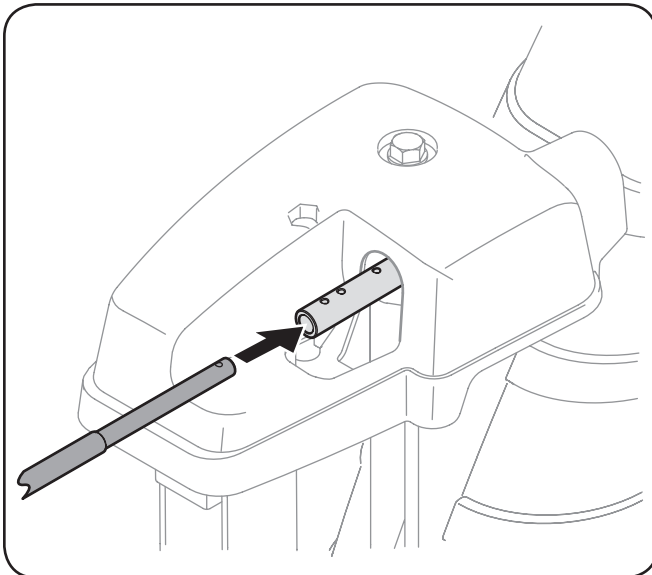

Figura 3-4
2. Inserte el extremo redondeado de la varilla de control del canal en el cabezal de control del canal. Empuje la varilla tan lejos dentro del cabezal de control del canal como sea posible, manteniendo los orificios en la varilla orientados hacia arriba. Consulte la Figura 3-4.